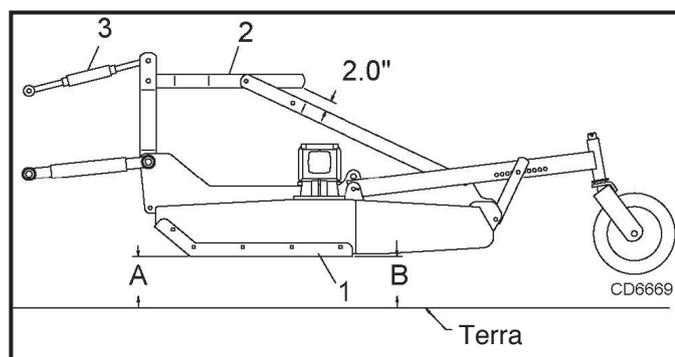

Figura 11. Ajuste da Altura de Corte
Afrouxe as porcas da haste de acionamento que vai do cabeçalho até a roda de cauda. Ajuste a haste para dentro ou para fora até que a posição "B" esteja aproximadamente 1/4 a 1/2 pol. (0,6 a 1,2 cm) acima da posição "A". Veja a Figura 11.
Ajuste o engate de 3 pontos do trator para obter uma distância de 2-1/4 pol. (3,175 cm) na posição A. Veja a Figura 11.
Ajuste o braço do 3º ponto para fornecer 2 pol. (5 cm) de folga entre a articulação (2) e os mecanismos de elevação traseiros. Veja a Figura 11. Esta folga permitirá que a cortadora flutue sobre terrenos irregulares.